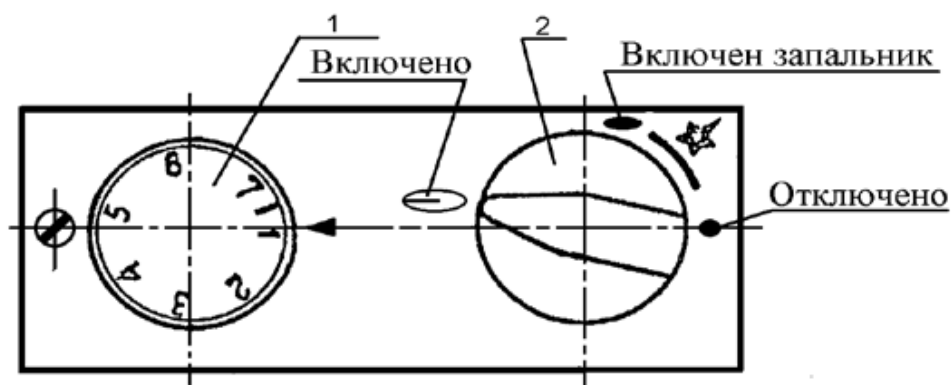
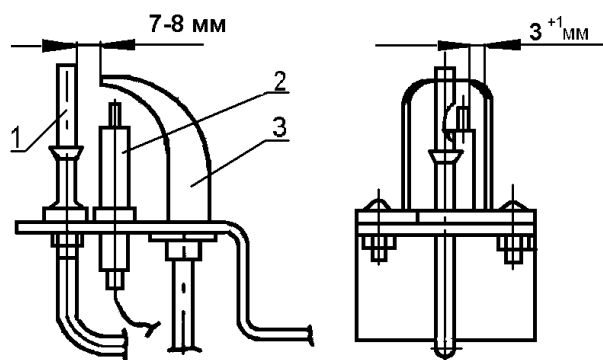
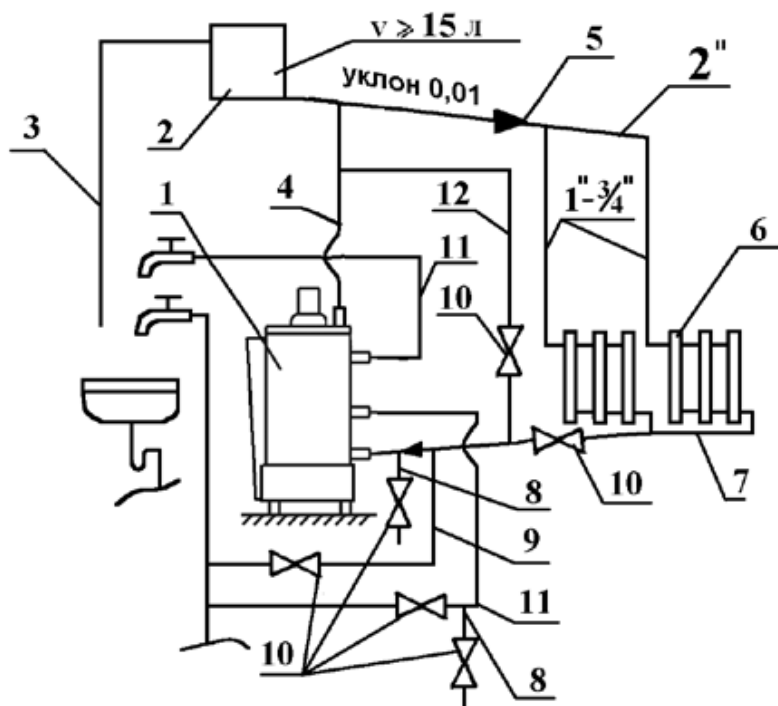

Рис.2 Блок автоматики
Рис.3 Устройство запальное
Рис.4 Схема системы отопления и горячего водоснабжения.
4.4. Установка требуемой температуры воды производится ручкой регулирования температуры воды 1 (Рис.2) от 45°C до $85^{\circ}\text{C} \div 90^{\circ}\text{C}$, а ее контроль выполняется по термометру. Температура горячей воды в системе ГВС при ее заборе не должна превышать 60°C .
4.6. Устройство запальное Рис.3 предназначено для крепления запальника, термопары, свечи зажигания и розжига основной горелки.
6.12. Проверьте работу пьезорозжига. При нажатии на ручку пьезорозжига 2 (Рис.2) должна проскакать искра между электродом свечи 2 (Рис.3) и запальником 3 (Рис.3).
6.13. Заполните систему отопления водой. Контроль заполнения системы отопления осуществляется по трубе сигнальной 3 (Рис.4). Категорически запрещается установка запорной арматуры на стояке, идущем от аппарата. В целях исключения нарушения прочности и плотности аппарата при заполнении и подпитке системы отопления не допускать превышения давления перед аппаратом более 150 кПа ($1,5 \text{ кг/см}^2$).
6.15. Настройте ручку регулирования 1 (Рис.2) блока автоматики на необходимую температуру воды в аппарате.
6.19. При работе аппарата в летнее время только на ГВС, после прекращения забора горячей воды выключите основную горелку, повернув ручку регулирования температуры воды 1 (Рис.2) в положение 1.
6.21. При длительном отборе горячей воды рекомендуем: для повышения температуры и объема горячей воды предварительно установить ручку регулирования температуры воды 1 (Рис.2) на температуру $80^{\circ}\text{C} \div 85^{\circ}\text{C}$ и закрыть вентиль 10 (Рис.4) на магистрали 7 обратной воды в системе отопления. После окончания забора горячей воды открыть вентиль 10 на магистрали 7 обратной воды для восстановления циркуляции воды в системе отопления и установить ручку регулирования температуры воды 1 (Рис.2) на требуемую температуру.
6.22. На летний период закрыть вентиль 10 (Рис.4) на магистрали 7 обратной воды и открыть вентиль 10 на магистрали 12. На осеннее - зимний период вентиль 10 на магистрали 12 закрыть, а вентиль 10 на магистрали 7 открыть.
6.23. При работе аппарата в летнее время только на горячее водоснабжение с постоянным длительным забором (ванна, душ), с расходом 5,4 л/минуту (АКГВ-17,4-3 Комфорт) 7,1 л/мин. (АКГВ-23,2-3 Комфорт) для получения стабильной ее температуры (не ниже 45 °С) необходимо устанавливать ручку регулирования температуры воды 1 (Рис.2) на температуру 80 °С ÷ 85 °С и при ее достижении включить забор воды. Не более чем через 10 минут после включения забора воды аппарат выходит на стабильный режим работы и выдает воду с температурой не ниже 45 °С.
7.3.2. Откройте дверку аппарата 5 (Рис.1) и кран на газопроводе перед аппаратом. Ручка пьезорозжига 2 (Рис.2) должна находиться в положении “Отключено”.
8.4. В случае прекращения работы аппарата в зимнее время на продолжительный срок (свыше суток) полностью слейте воду из системы отопления и системы горячего водоснабжения через вентили 10 сливных магистралей 8 (Рис.4) во избежание ее замерзания.